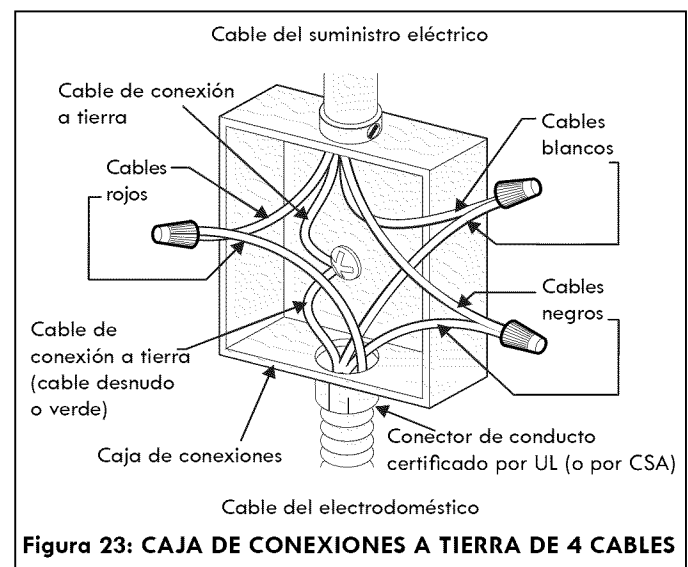

Figura 23: CAJA DE CONEXIONES A TIERRA DE 4 CABLES
Este electrodoméstico está fabricado con una unidad de suministro eléctrico neutral blanco y cableado de cobre conectado al armazón. El armazón está conectado a tierra a través del enlace entre la conexión a tierra y la conexión neutral del final del conducto. Si se utiliza en EE. UU., en la instalación de un nuevo circuito de bifurcación (1996 NEC), en una autocaravana, en una casa móvil o en espacios del código local, **NO permita la conexión a tierra mediante un cableado neutral (blanco) o en Canadá, debe desconectar los cables blancos de los verdes y utilizar la conexión a tierra conforme a los códigos locales. En este caso, conecte el cableado neutral al conductor neutral del circuito de bifurcación de la forma habitual, como se muestra en la figura 23. En caso de conectar el electrodoméstico a una caja de conexiones puesta a tierra de tres cables (solo en EE. UU.), consulte la figura 22 siempre y cuando el código local permita la conexión a tierra del conductor y el neutral (blanco).**
En caso de que su parrilla de cocinar disponga de un cableado de 4 hilos (véase la figura 23):
3. En el interruptor de circuito, caja de fusibles o caja de conexiones: conecte el electrodoméstico y los alambres del cableado del suministro eléctrico como se muestra en la figura 23.